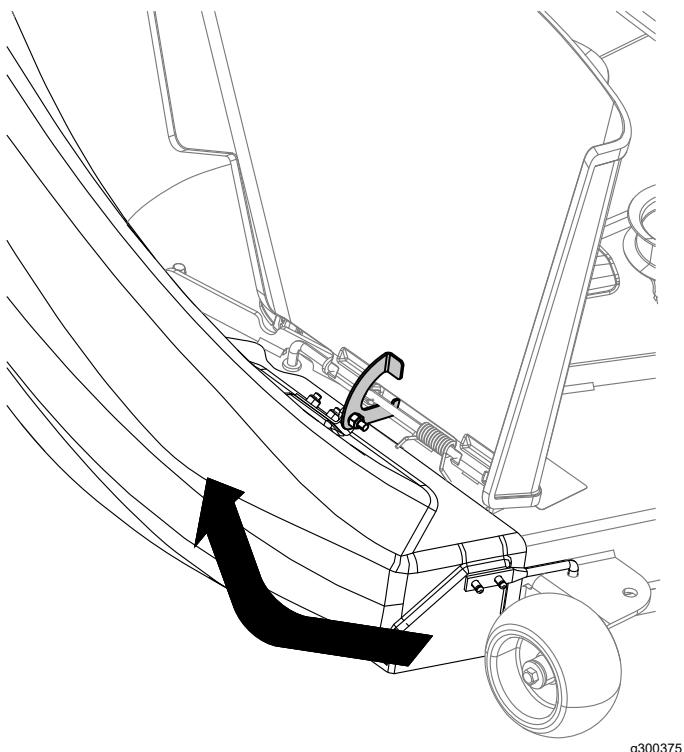

Figura 22
6. Na gornjem delu bacača, zakačite bravu u obliku kuke oko okretne šipke sklopa usmerivača i postavite šipku u rupu na kućištu kosilice (Figura 22).